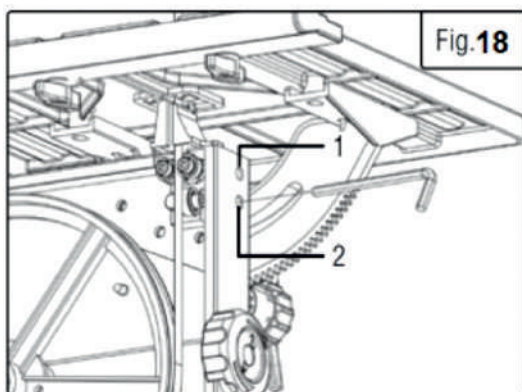

Рис. 18
1. Используйте шестигранный ключ, чтобы ослабить верхний винт с внутренним шестигранником (Рис. 18–1). Расположите узел так, чтобы роликовые подшипники находились на расстоянии 1–2 мм за впадинами зубьев. Затяните винт.
2. Используйте шестигранный ключ, чтобы ослабить нижний винт с внутренним шестигранником (Рис. 18–2). Расположите упорный подшипник так, чтобы он был как можно ближе к ровному краю пильного полотна, не касаясь его.
4. Используйте шестигранный ключ, чтобы ослабить винты с внутренним шестигранником в передней части узла (Рис. 18–1 и 2). Расположите роликовые подшипники слева и справа так, чтобы они были как можно ближе к пильному полотну, не касаясь его. То есть на расстоянии примерно 0,5 мм.